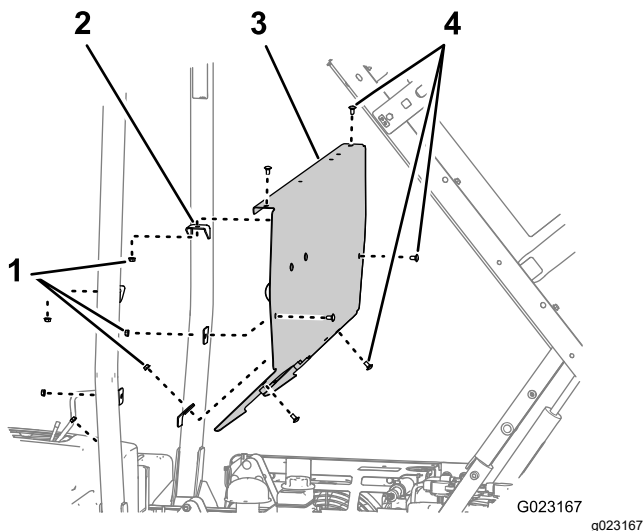

図 10
1. ROPS についているブラケットに ROPS パネルを固定しているキャリッジボルト6本とナット6個を取り外す 図 10。
2. 機体からROPSパネルを外す 図 10。